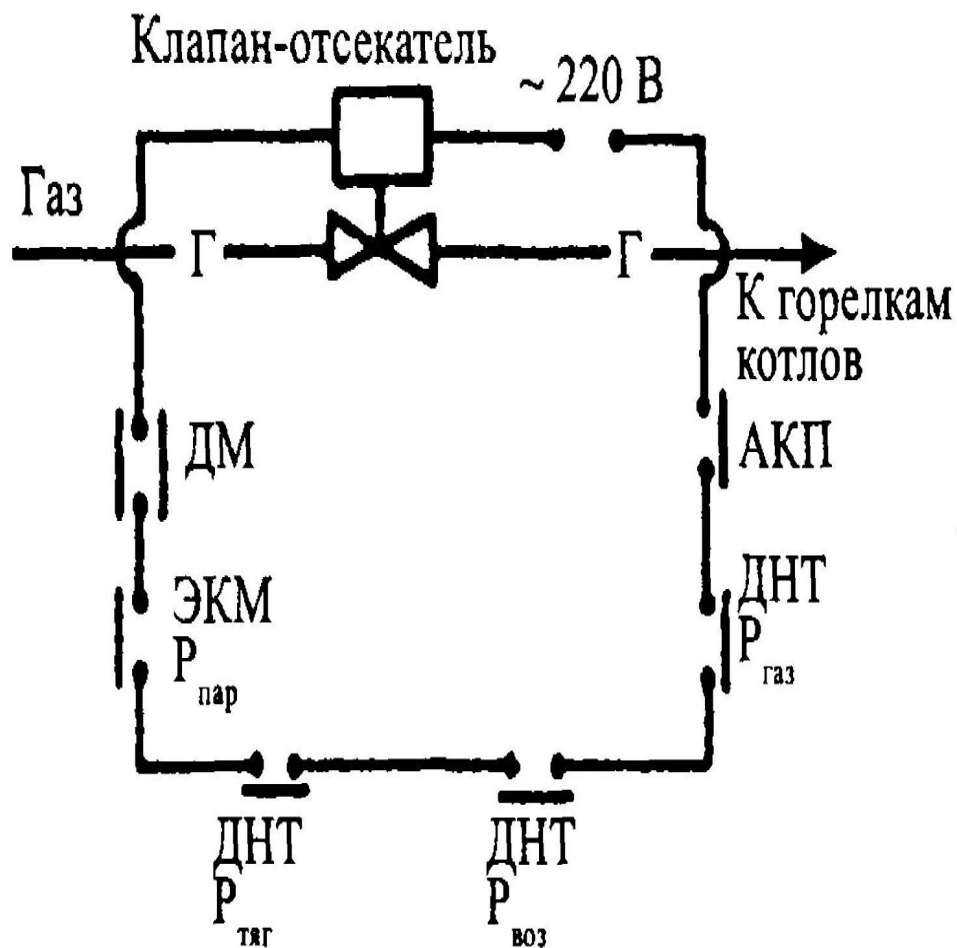

Рис. 117. Схема автоматики безопасности котлов:
- Действие автоматики безопасности должно приводить к отключению подачи газа к горелкам при отклонении контролируемых параметров за пределы допустимых значений (рис. 117). Учитывая, что аварийные режимы возникают чаще всего из-за неправильных действий обслуживающего персонала при пуске котла, в схему автоматики безопасности в качестве составной части включается дистанционный и автоматический розжиг, в процессе которого должны быть обеспечены: